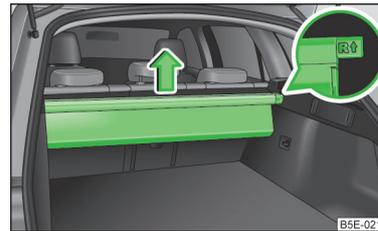

Abb. 95 Multifunktions tasche herausnehmen
- Die Multifunktions tasche aus den Aufnahmen in Pfeilrichtung herausnehmen » Abb. 95.
- Das mit **R ↑** gekennzeichnete Ende der Leiste beim Einsetzen in die rechte Aufnahme und das mit **↑ L** gekennzeichnete Ende der Leiste in die linke Aufnahme einschieben. Die Pfeile müssen nach vorn zeigen » Abb. 95.